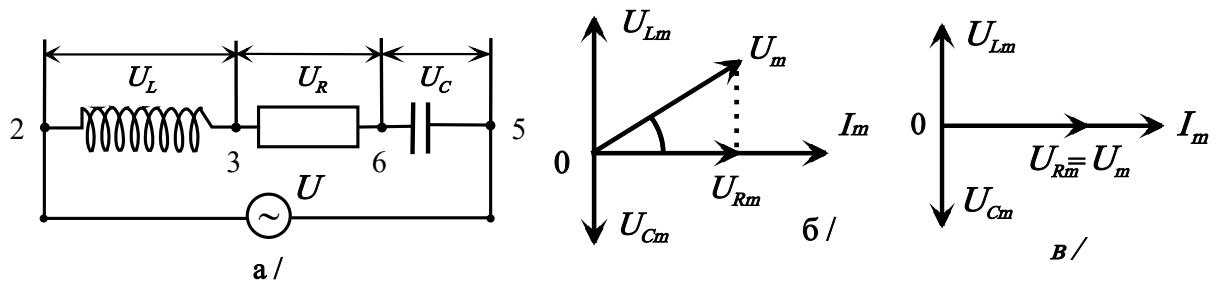

Рис. 5
Подадим переменное напряжение (1) на цепь из R , L и C как показано на рис. 5, а.
В этом случае через все три элемента протекает одинаковый ток. Направим вектор тока горизонтально, как показано на рис. 5, б, и отложим вдоль этой оси вектор, длина которого равна амплитудному значению тока в цепи - I_m .
Падение напряжения на емкости \mathbf{U}_C отстает от тока по фазе на $\pi/2$, и поэтому вектор напряжения на C , равный по величине $\mathbf{U}_{Cm} = I_m X_C = I_m / \omega C$, следует повернуть относительно вектора тока на угол $\pi/2$ по часовой стрелке. Падения напряжений \mathbf{U}_R , \mathbf{U}_L и \mathbf{U}_C в сумме должны быть равны приложенному напряжению \mathbf{U} . Поэтому, сложив векторы \mathbf{U}_{Rm} , \mathbf{U}_{Lm} и \mathbf{U}_{Cm} получим вектор \mathbf{U}_m , величина которого равна амплитуде напряжения на зажимах цепи. Векторная диаграмма цепи, состоящей из последовательно соединенных R , L и C , тогда примет окончательный вид, показанный на рис. 5б.
Вектор \mathbf{U}_m образует с вектором тока угол φ , представляющий разность фаз между напряжением \mathbf{U} и силой тока I . Из рис. 5б видно, что
емкостное сопротивление), то ток опережает напряжение. При $\omega L = 1/\omega C$ ток и напряжение изменяются синфазно. При удовлетворяющей этому условию частоте $\omega_{рез} = 1/(LC)^{1/2}$, называемой резонансной частотой, полное сопротивление цепи минимально и равно R . При этом падение напряжения на активном сопротивлении равно приложенному напряжению U . Падения напряжений на индуктивности U_L и емкости U_C равны по амплитуде и противоположны по фазе. При условии, что $\omega L = 1/\omega C \gg R$, амплитуда напряжений на индуктивности и емкости оказывается много больше амплитуды приложенного напряжения и поэтому описанное явление называется резонансом напряжений. Векторная диаграмма рассматриваемой цепи при резонансе напряжений принимает вид, показанный на рис. 5в.